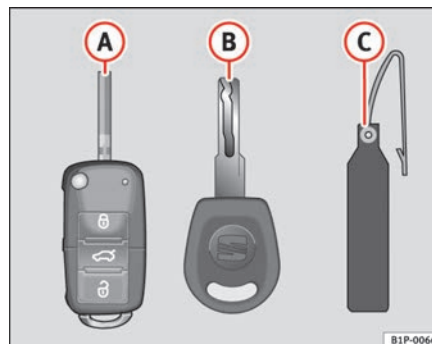

Abb. 62 Schlüsselsatz
- Funkschlüssel ⇒ Abb. 62 (A) mit ausklappbarem Schlüsselbart
- Schlüssel ohne Funkbedienung (B)
- Kunststoffanhänger (C) mit Schlüsselnummer
Nur anhand der Schlüsselnummer auf dem Kunststoffanhänger ⇒ Abb. 62 (B) können Schlüssel nachgemacht werden. Deshalb: